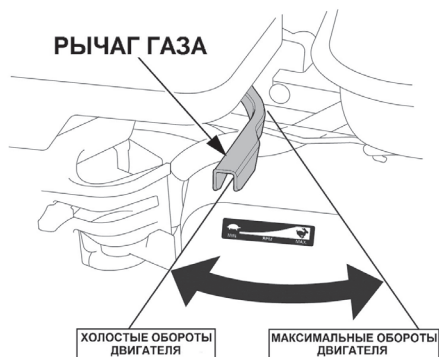

Рис. 24 Положения рычага газа
- Переведите рычаг газа на 1/3 хода в сторону положения максимальных оборотов двигателя (Рис. 24).